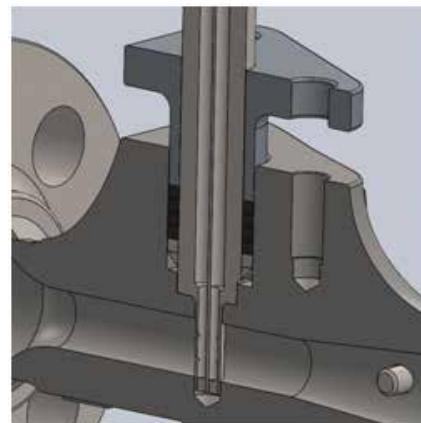

Figure 8. Installation de la dernière bague d'étanchéité
- Répétez cette procédure pour chaque bague, jusqu'à ce que les quatre bagues soient installées comme indiqué dans la figure 8.